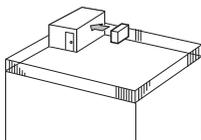

Fig. 2-3
- ① Orientați gura de evacuare a aerului către cel mai apropiat perete la circa 35 cm distanță față de perete. (Fig. 2-3)